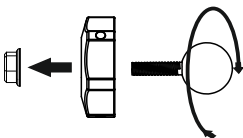
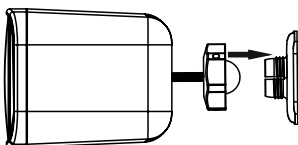

figura 2
figura 3
Monte las piezas (3), (4) y (5) como muestra la figura 2. Atornille la pieza (4) dentro de la inserción roscada del altavoz (6). Fije la tuerca M10 (5) contra el altavoz. El montaje se muestra en la figura 3 3.
Ver figura 3